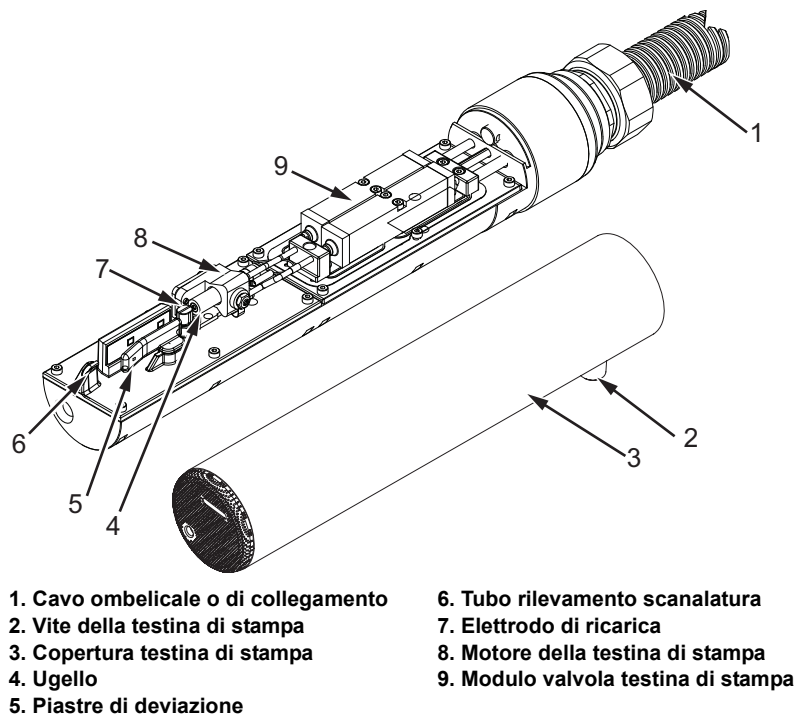
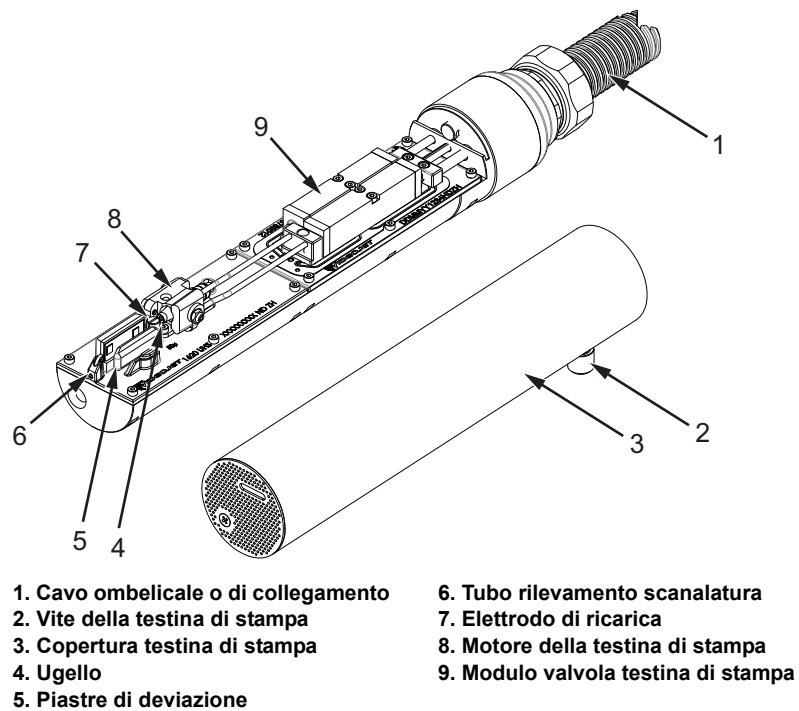

Figura 6-4: Testina di stampa (Videojet 1620)
Figura 6-5: Testina di stampa (Videojet 1620 UHS)
- 3 Allentare la vite della testina di stampa (elemento 2, Figura 6-4 a pagina 6-9 - Videojet 1620; Figura 6-5 a pagina 6-9 - Videojet 1620 UHS) e rimuovere la copertura della testina di stampa (elemento 3).
- Cavo di rilevamento della scanalatura (voce 6, Figura 6-4 - Videojet 1620; Figura 6-5 a pagina 6-9 - Videojet 1620 UHS).